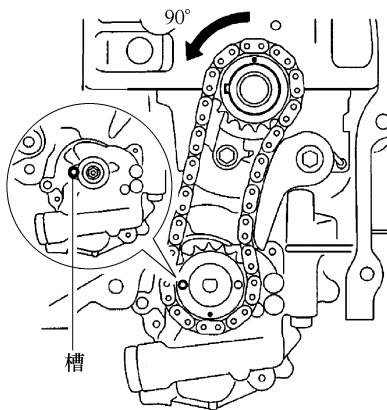

图 1-181 对正调节孔
① 按逆时针方向转动曲轴 90°, 使机油泵驱动轴链轮的调节孔与机油泵的槽对准, 见图 1-181。